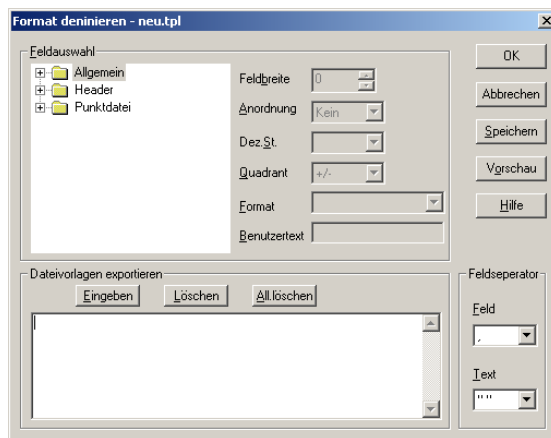
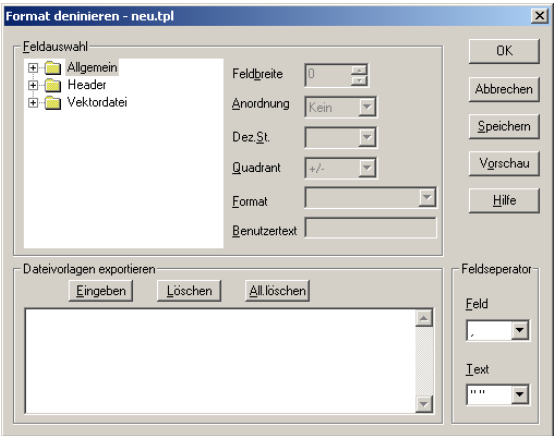

Abbildung 8.4. Dialogfeld "Format definieren" mit Punktdaten
Abbildung 8.5. Dialogfeld "Format definieren" mit Vektordaten
2. Nachdem Sie einen Namen eingegeben und auf **OK** geklickt haben, wird das Dialogfeld **Format definieren** geöffnet, Abbildung 8.4 und Abbildung 8.5. In der Liste **Feldauswahl** werden Punkt- oder Vektordaten angezeigt, je nachdem, ob Sie im Dialogfeld **Neue Vorlage** als Ausgabedaten **Punktdaten** oder **Vektordaten** gewählt haben.